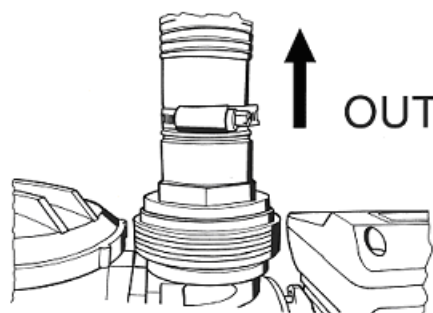

Fig. 3
3. *Auslass*: Auslass der Produkts (Fig. 3, OUT).